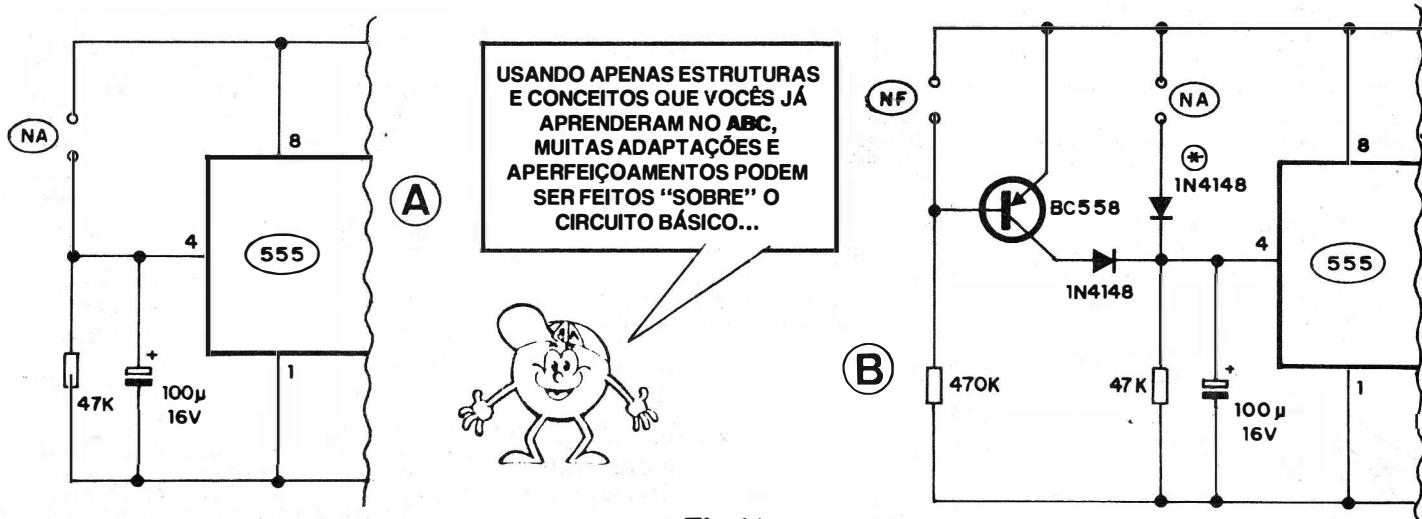

Fig.11
- **11-B** - Utilizando **links** NORMALMENTE FECHADOS e NORMALMENTE ABERTOS, SIMULTANEAMENTE, com o mesmo circuito “mãe” - com o mero auxílio de um único diodo isolador extra (1N4148, marcado com um asterisco, no diagrama...), é possível “somar” as atuações do circuito básico (fig. 1) com o diagrama da fig. 11-A, obtendo a possibilidade de se acoplar dois links de diferentes tipos aos circuito principal! Aos pontos NF serão acoplados os (quanto se queira) sensores NF, dispostos eletricamente **em série**, enquanto que, aos contatos NA será acoplado o link formado unicamente por sensores Normalmente Abertos (**em paralelo**, todos...). Nesse arranjo, de funcionamento super-sofisticado (com o que o Leitor/“Aluno” terá um sistema de alarme bastante próximo de complexas Centrais de Proteção, muito mais caras...), qualquer sensor NF que “abrir” ou qualquer NA que “fechar”, ainda que por breve instante, acionará o disparo, mantendo a temporização de 15 segundos (**mesmo** - em qualquer caso - que seja imediatamente “revertida” a condição local que determinou tal disparo...). Diversas portas, janelas e passagens podem, então, ser simultaneamente controladas, num sistema sofisticado e completo capaz de proteger amplas instalações! É só por a cabeça pra funcionar, e analisar as possibilidades (dá até para “ganhar uns trocados” montando e instalando para terceiros, completos sistemas de proteção contra “invasões”!